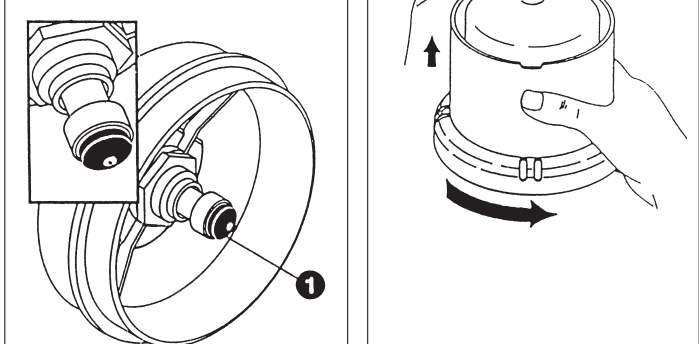

Fig 3
- Check that there is a seal and that it is in good condition (1) (fig. 3).
- Check that the needle is not protrude beyond the seal: it should be flush (fig. 3).
- S'assurer de la présence et du bon état du joint d'étanchéité (1) (fig. 3).
- Vérifier que l'extrémité de la pointe perforatrice ne dépasse pas du joint : elle doit juste affleurer (fig. 3).